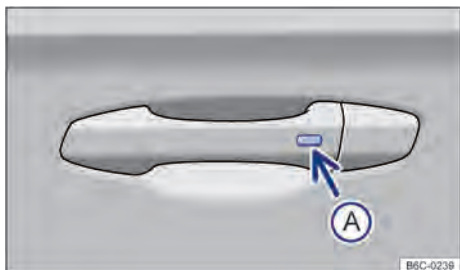

Fig. 52 Na maçaneta da porta: botão para destravar ou travar.
- 1 Pressionar o botão → Fig. 52 (A) no lado externo da maçaneta da porta.
- 2 Pressionar o botão → Fig. 52 (A) no lado externo da maçaneta da porta.
- Dentro de 5 segundos, pressionar o botão no lado externo da maçaneta da porta → Fig. 52 (A). Assim, não agarrar na maçaneta da porta. O sistema de travamento e partida Keyless Access sem chave está temporariamente desativado.
vada permanentemente, todos os vidros serão fechados. Se o jato de água ou de vapor se afastar brevemente da superfície do sensor → Fig. 52 **A** de uma maçaneta da porta e voltar a ser direcionado para ela, possivelmente todos os vidros se abrirão.
Um forte jato de água ou de vapor pode ativar as superfícies dos sensores nas maçanetas se, ao mesmo tempo, uma chave do veículo válida estiver na área de aproximação. Se no mínimo um vidro estiver aberto e a superfície do sensor → Fig. 52 **B** em uma maçaneta da porta for ati-